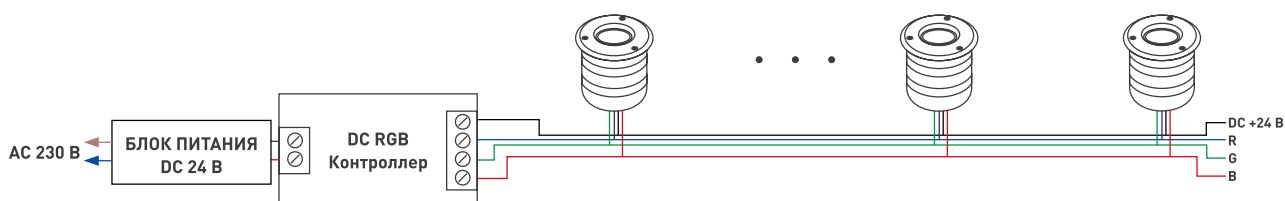

Рис. 3. Схема подключения прожектора к контроллеру RGB
- Присоедините провода питания светильника к контроллеру ШИМ. Соблюдайте порядок подключения и маркировку проводов: «черный»: общий +24 В, «красный»: канал «R» -24 В, «зеленый»: канал «G» -24 В, «синий»: канал «B» -24 В (см. рис. 3).